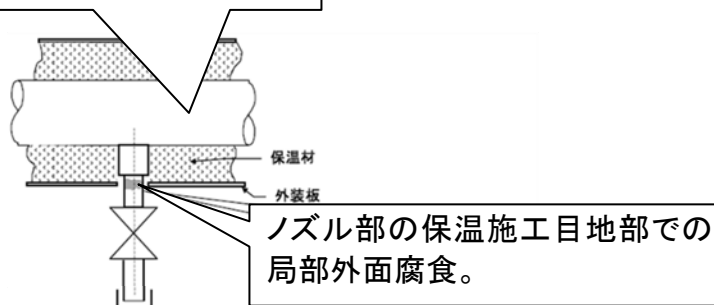

図2 保温施工目地部での局部外面腐食
<p>事故発生原因の詳細</p> <p>1 漏えい箇所の調査結果</p> <p>蒸留塔の塔再沸器(リボイラー)のドレンラインよりプロセス流体が漏えいしたが、内液温度 50~100℃で、構造デッド部の代表的な腐食箇所であり、外面腐食が発生しやすい環境であった。(図1)</p> <p>① 当該漏えい配管の保温材を取り外して確認したところ、裸配管の保温近傍部に外面腐食による減肉部と漏えいした破孔部を確認した。(写真 1)</p> <p>② 配管漏えい箇所(赤色点線部分)の破孔部周辺の観察を行った。(写真 2)</p> <ul style="list-style-type: none"> ・外側に全面腐食が見られ、ピンホール箇所を中心に減肉している。 ・ノズル部の保温施工目地部での局部腐食 (図2) <p>2. 原因の検討</p> <p>① 製造課による「総点検」(目視による外面腐食点検)時に、当該配管は注意肉厚以下で減肉傾向が認められた。しかし、後任への引継ぎが十分に行われず、当該配管は、次年度の更新予定であったが、計画に落ちがあった。</p> <p>② 保全 G により8年毎に実施される「ライン管理」(保温材を外して行う一斉点検)は、当該製造施設がスクラップ& ビルドし、近々停止する計画もあり、本来「ライン管理」を計画すべきであったが、実施に踏み切れていなかった。</p>